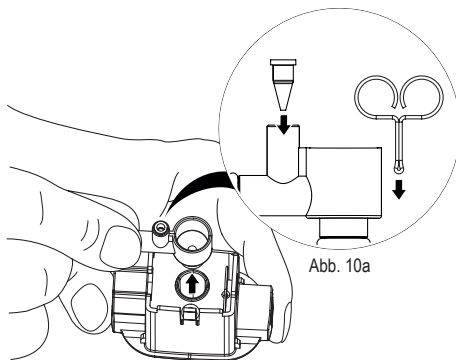

Abb. 10: Milchaufschäumerdüse entnehmen
10. Ziehen Sie die Milchaufschäumerdüse am Anschluss für den Zulauf nach oben aus dem Kaffee-Milchlauf heraus (Abb. 10).